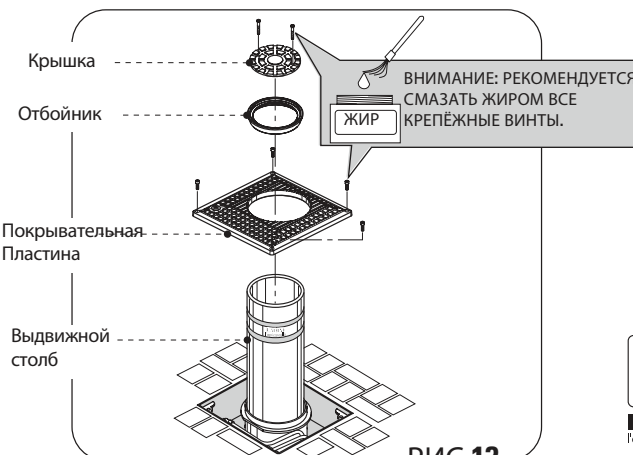

РИС. 13
- Зафиксируйте **Защитную плитку** четырьмя винтами (Рис. 13).